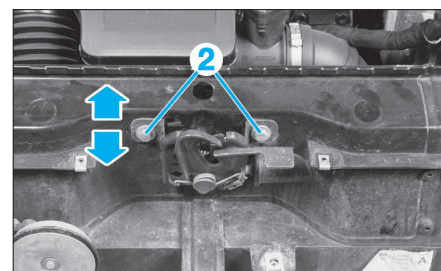

FIG. 18
- Le cas échéant, il est possible de régler le capot via la serrure de capot comme illustré (Fig.18).